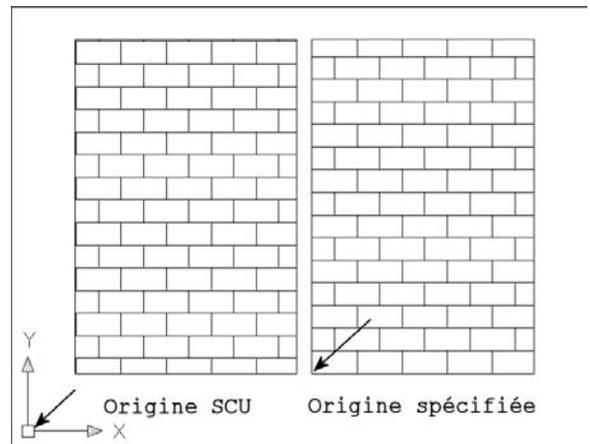

Fig.8.2
- 4] Sélectionner éventuellement l'origine pour le hachurage. Par défaut AutoCAD calcule le motif des hachures à partir de l'origine du système de coordonnées SCU. En fonction du motif utilisé (par exemple des briques) il peut être intéressant de spécifier une autre origine. Il suffit pour cela d'activer le champ **Origine spécifiée** (Specified origin) puis de cliquer sur le bouton **Cliquer pour définir une nouvelle origine** (Click to set new origin) qui permet de pointer dans le dessin (fig.8.2).